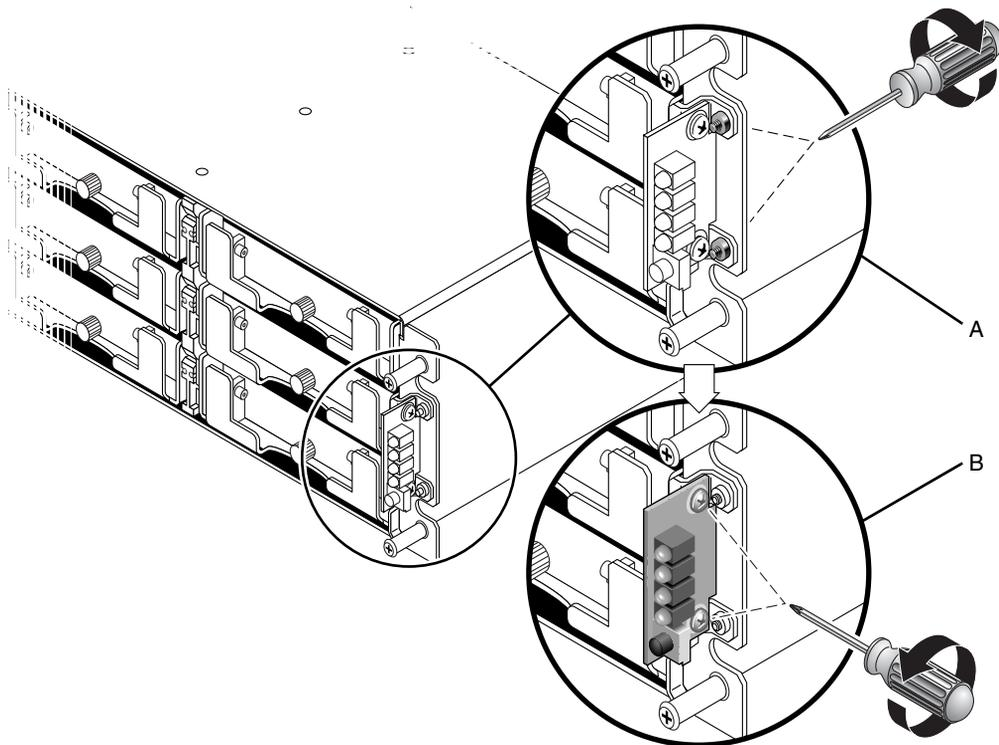

図 5-2 シャーシからの LED モジュールの取り外し
1. LED モジュールを留め具に固定している 2 つの皿頭ねじ (図 5-2 の B) を取り外します。
注 - 留めねじ (図 5-2 の A) が LED モジュールのねじ (図 5-2 の B) の邪魔になっている場合は、シャーシをラック (ラックマウント式のアレイの場合) またはケース (テーブルトップアレイの場合) から取り外してから、留めねじを外す必要があります。留めねじを外したときに破損した場合のために、交換用の 2 つの #4-40 x 1/4 インチの皿頭ねじが用意されています。テーブルトップアレイからカバーを取り外す方法の詳細については、2-15 ページの 2.4 節「テーブルトップカバーの追加または取り外し」を参照してください。
5. 皿頭ねじ (図 5-2 の A) を取り外した場合は、これらのねじをシャーシの縁に差し込んで留め具にもう一度取り付けます。